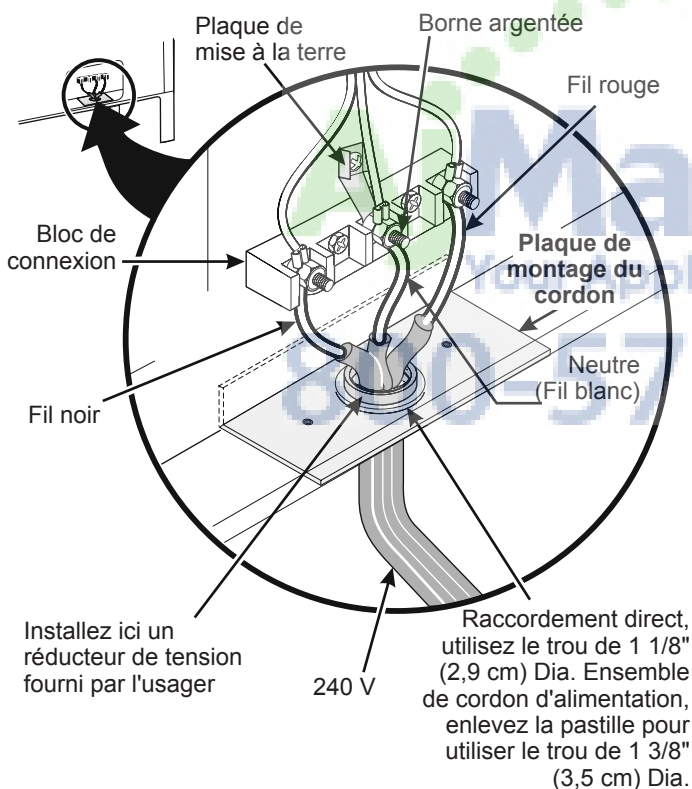

Figure 3
**NOTE:** L'appareil sort de l'usine avec un trou de 1 1/8" (2,9 cm) dia. tel que montré à la figure 3. Si un trou plus grand est requis, repoussez la pastille.
Si les codes locaux permettent la connexion du conducteur de mise à la terre du châssis au fil neutre du cordon d'alimentation en cuivre (voir figure 3).
2. Utilisez les écrous fournis dans l'enveloppe littérature pour raccorder le neutre du cordon d'alimentation cuivré à la borne argentée située au centre du bloc de connexion, et raccordez les autres fils aux bornes extérieures. Assortissez les fils et les bornes conformément aux couleurs (branchez le fil rouge à la borne de droite, et le fil noir à la borne de gauche) (voir figure 3).